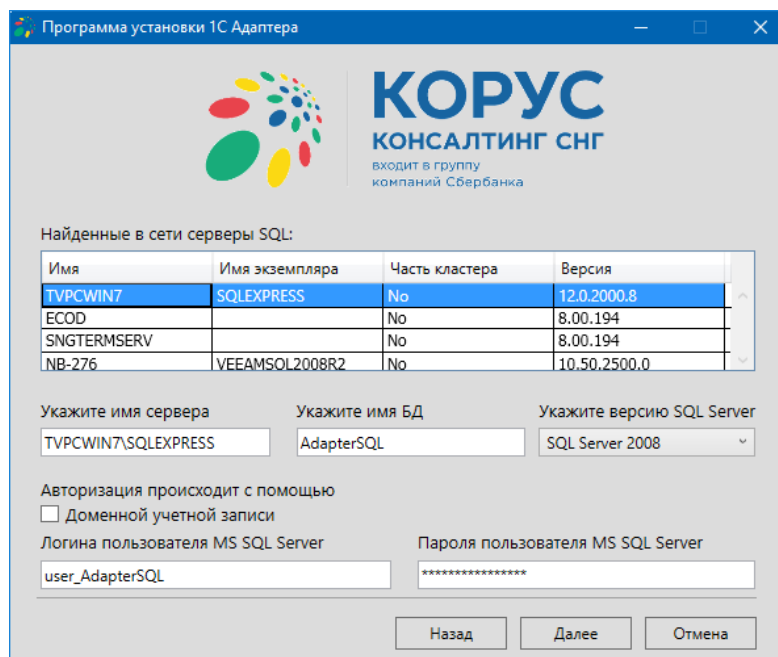

Рисунок 30 – Указание параметров существующей БД
8.2.2.1. Система найдет все серверы SQL, имеющиеся в сети, и покажет их на следующем шаге установки. Необходимо указать параметры существующей базы MS SQL, указав версию сервера, имя сервера и имя БД, логин и пароль пользователя MS SQL Server, и нажать кнопку «Далее» (рис. 30).